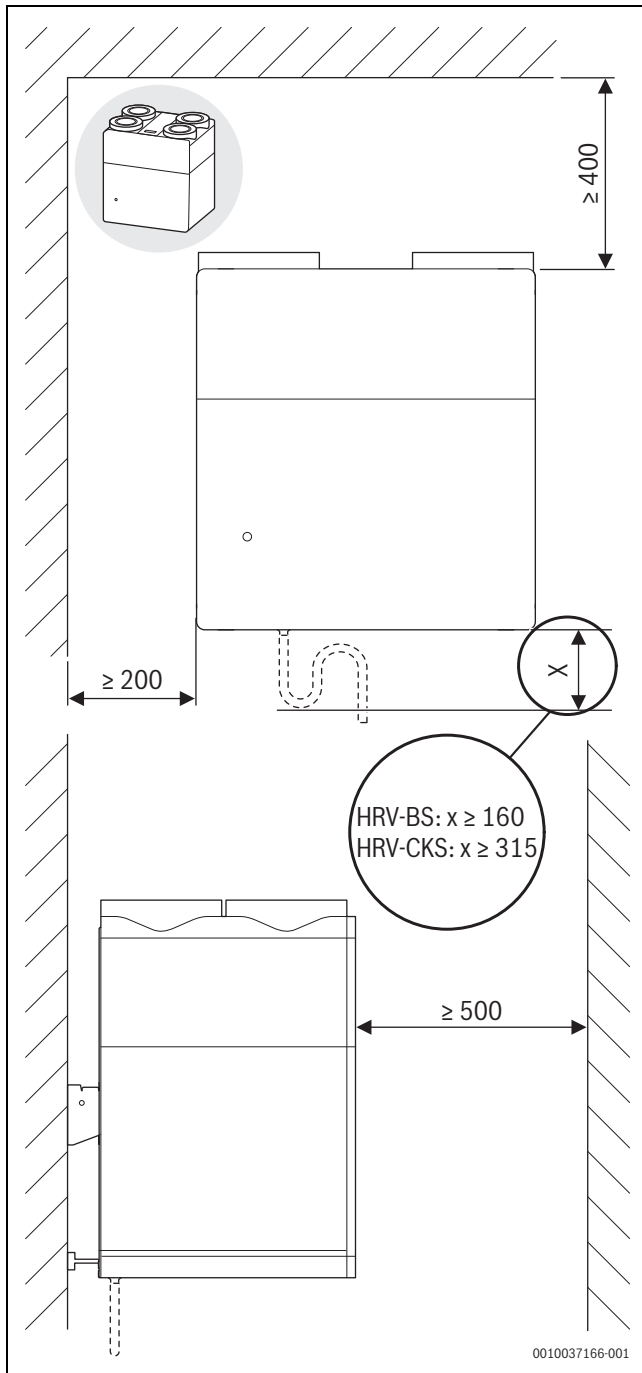
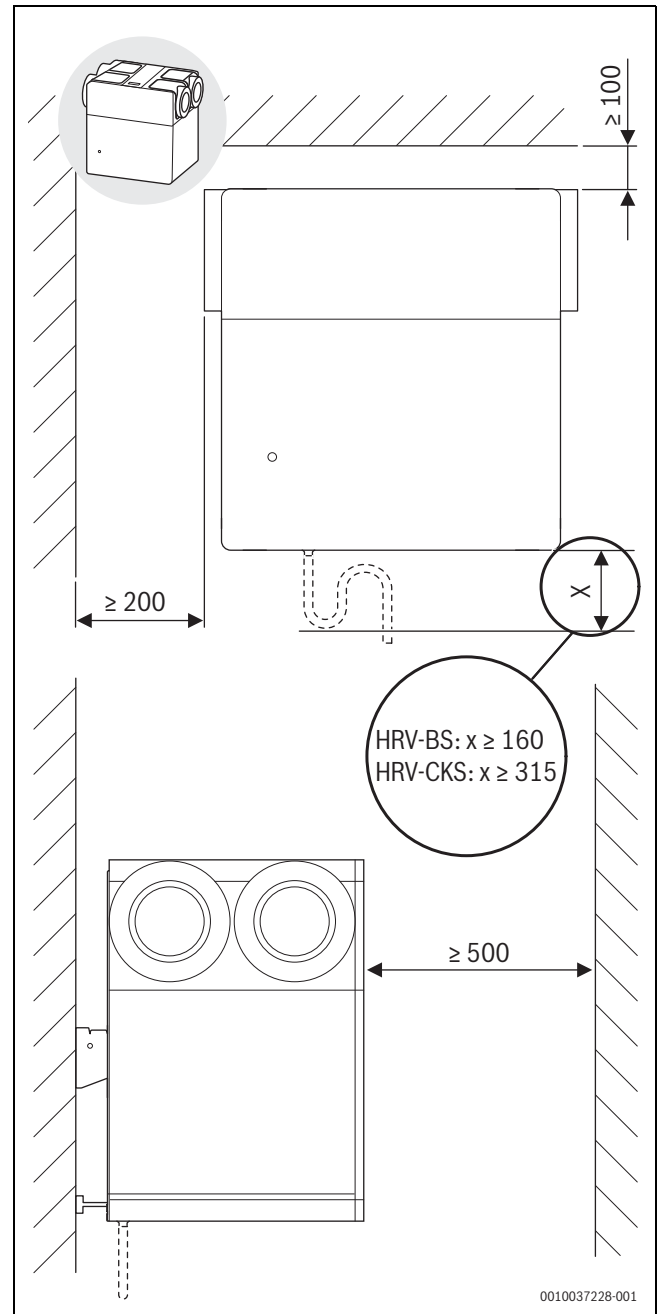

Bild 17 Mindestabstände wenn Anschlussstutzen senkrecht
Bild 18 Mindestabstände wenn Anschlussstutzen waagrecht
- Mindestabstände beachten (→ Bild 17 und Bild 18).